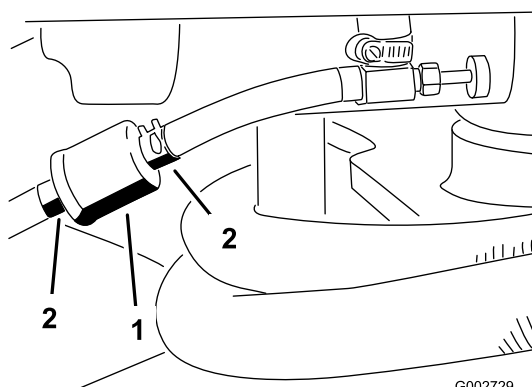

Figura 28
1. Feche a válvula de bloqueio do combustível, liberte a braçadeira de tubos que se encontra no carburador, na zona do filtro, e retire a tubagem de combustível do filtro (Figura 28).